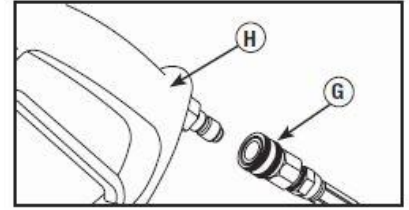

Fig. 7
1. Retroceda la manguera a alta presión (G) y conecte el extremo de la conexión rápida de la manguera a la base de la pistola rociadora (H). Hale el collar de la conexión rápida, deslícelo en la pistola rociadora y suelte el collar. Hálo en la manguera para asegurarse de que este conectado firmemente. (See Fig. 7)